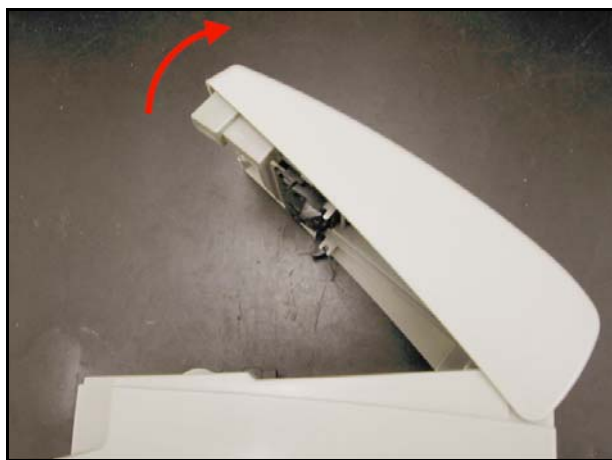

Рисунок 3 – Открытие крышки принтера.
2.3.1. Откройте крышку принтера, для чего снизу вверх нажмите на кнопку открытия крышки принтера (см. рис. 3).